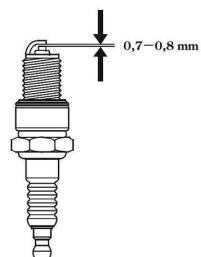

рис.5
### 6.2 Свеча зажигания см. рис.5
- рекомендуется проверить величину межэлектродного зазора, который должен составлять 0,7-0,8 мм. При существенном отклонении величины зазора от указанной, необходимо его отрегулировать (восстановить) или заменить свечу (см. рис.5);